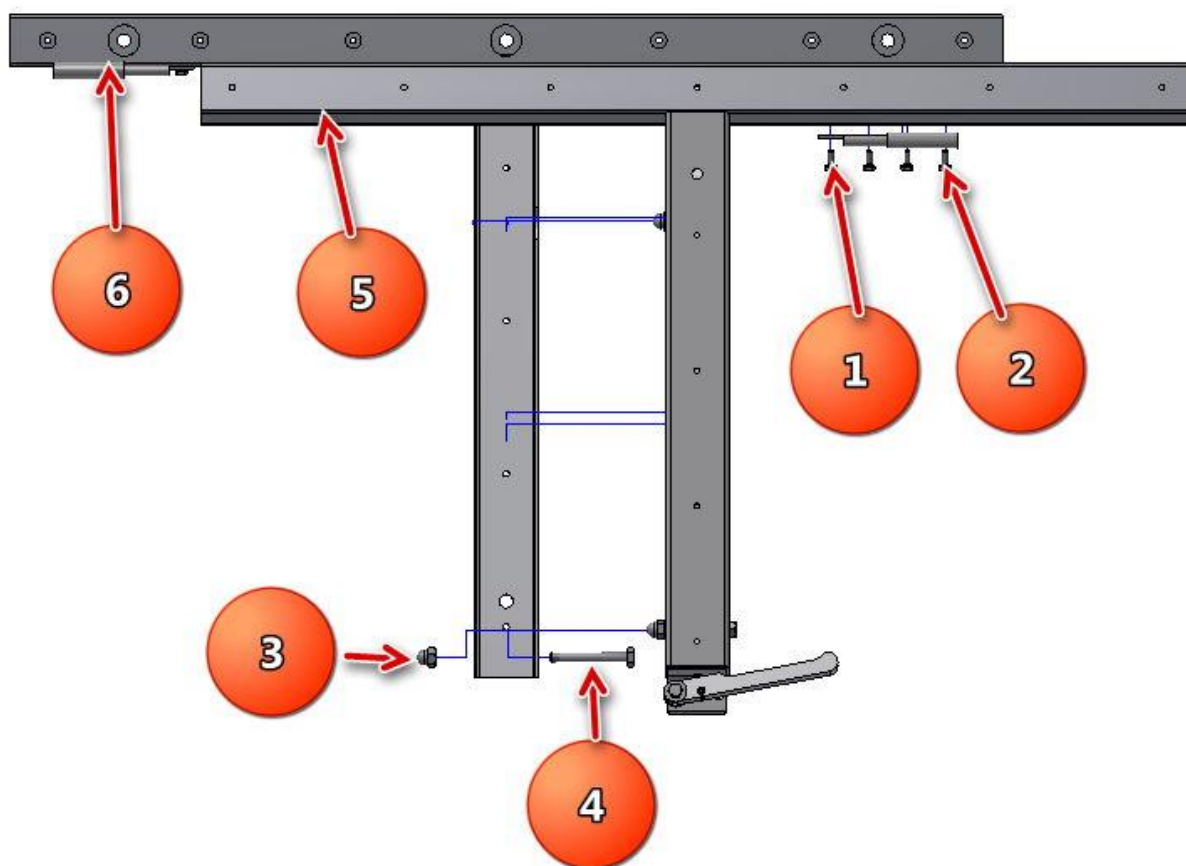

Рис.4
9. Возьмите поворотную раму поз.5 и установите ее на петлю пристенной рамы поз.6. рис.4
10. Приподнимите поворотную раму и наденьте правую полупетлю поз.1 на полупетлю пристенной рамы, а затем закрепите ее на поворотной раме при помощи трех болтов M5x12 поз.2 рис.4